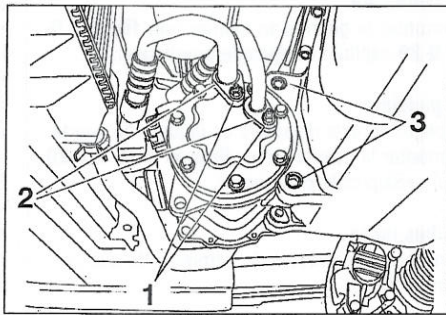

FIGURA 10-13
- Desmontar las tuercas (1) y separar las bridas (2) (figura 10-13).
- Desmontar las fijaciones (3) (figura 10-13) (2 fijaciones no visibles situadas lado correa).